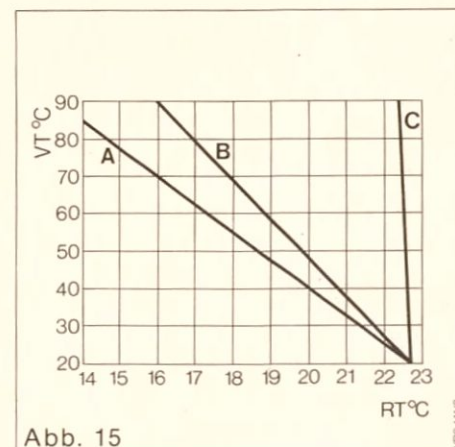

Abb. 15
Extern-Intern-Schalter auf Stellung „ext“ schalten (s. a. Kapitel 5.5). Heizkurve gemäß Diagramm (Abb. 15) am Drehknopf (3) einstellen. Als Grundeinstellung empfehlen wir die Heizkurve B. Bleibt die gewünschte Raumtemperatur bei dieser Grundeinstellung über einen mehrwöchigen Zeitraum konstant, so ist keine Korrektur der Einstellung erforderlich.